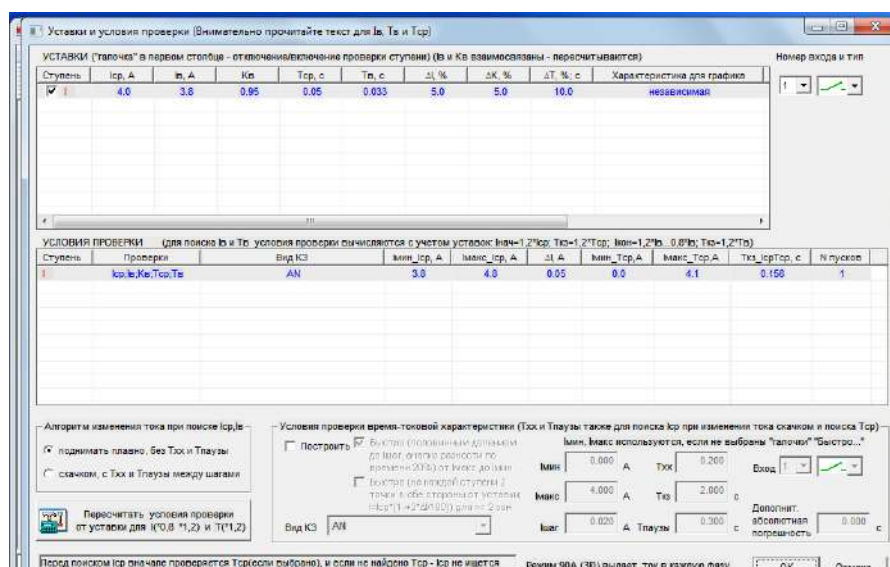

Рисунок 2.14 – Окно «Условия и уставки проверки»
- Открыть окно «Условия и уставки проверки» (рис. 2.14, 2.16) нажатием на изображение .